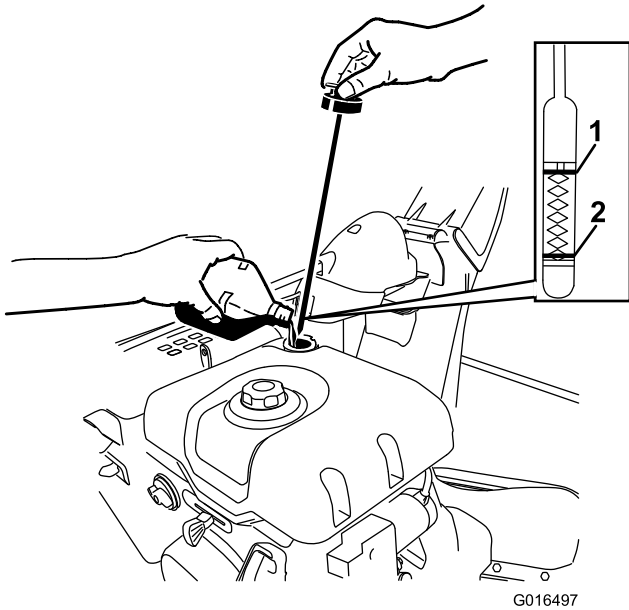

Figure 50
- A. Retirez la jauge et versez de l'huile lentement dans le goulot de remplissage pour faire monter le niveau de liquide jusqu'au repère maximum sur la jauge (Figure 50). **Ne remplissez pas excessivement.**